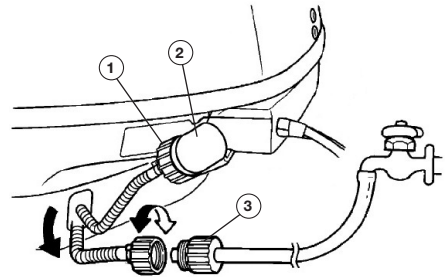

Рис. 45 Промывка системы охлаждения
2. Открутите коннектор 1 шланга для промывки от фитинга 2, находящегося на корпусе мотора (Рис. 45).
3. Соедините коннектор шланга для промывки и переходную муфту 3 шланга, подключенного к водопроводу (Рис. 45).